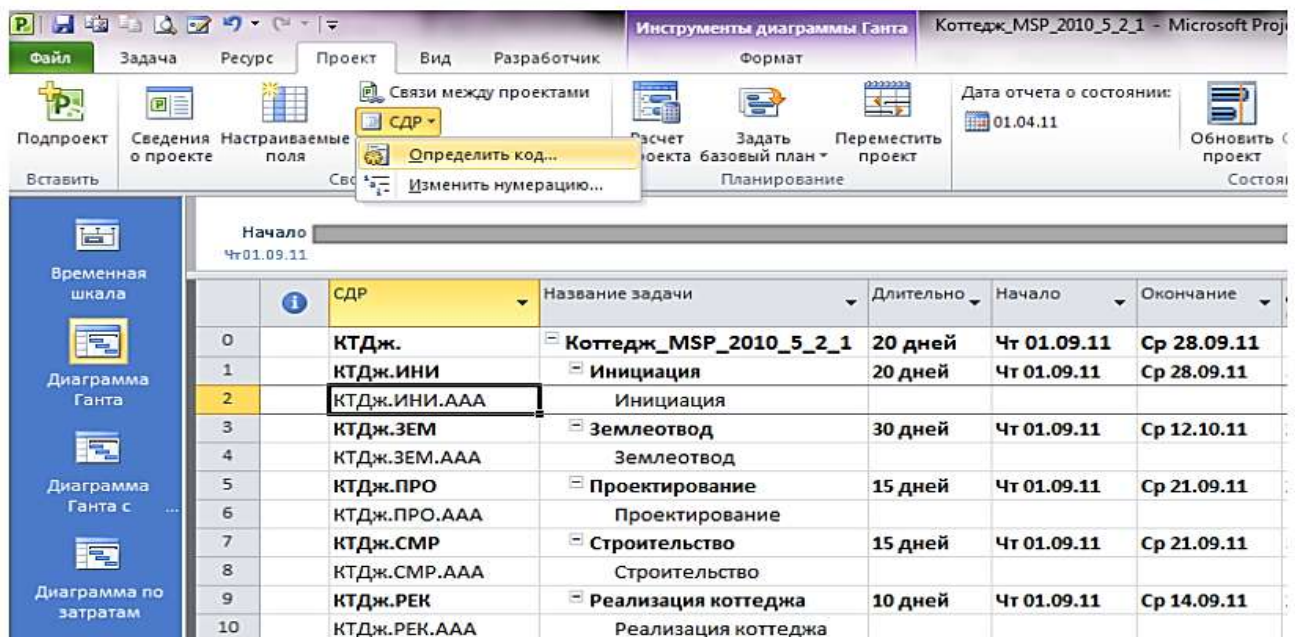

Рис. 13. Готова СДР для користувача
4. Вивести колонку "СДР", клацнути мишкою на другій сходинці колонки "СДР", натиснути "F2" і замінити "А" на "ІН" (скорочення від "Ініціація"). З усіма іншими етапами зробити за аналогією з етапом "Ініціація проекту" (рис. 13).